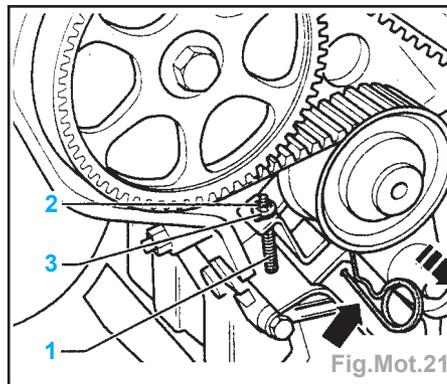

Fig.Mot.21
- Visser la tige filetée M5 x 55 (1) dans le dispositif de tension de la courroie crantée. Visser l'écrou six pans (2) avec une grande rondelle entretoise (3) sur la tige filetée (1) (Fig.Mot.21).
- Tendre la courroie crantée. A cet effet, retirer le mandrin d'arrêt (flèche) et dévisser la tige filetée (1) (Fig.Mot.21).